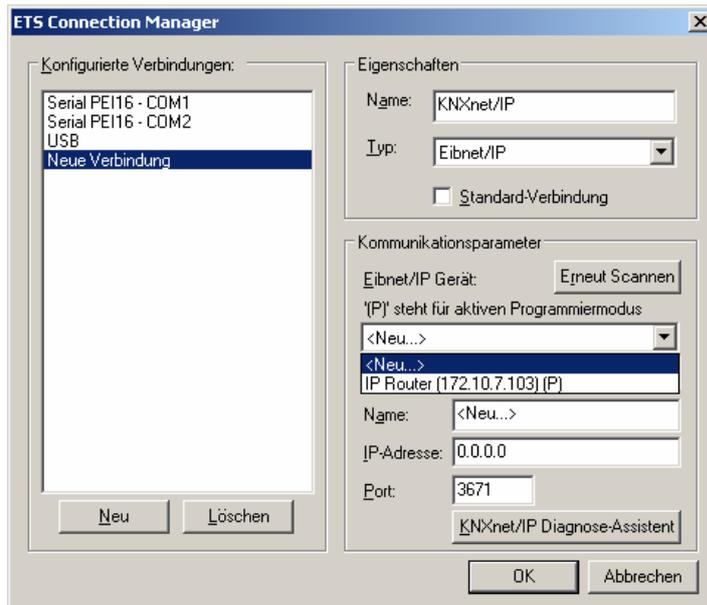

Bild 7: Geräteliste unter Kommunikationsparametern mit allen gefundenen IP Routern
4. In der Geräteliste "Eibnet/IP Gerät" sind alle im IP-Netzwerk gefundenen IP Router gelistet (vgl. Bild 7). Es wird der in der ETS vergebene Name (default "IP Router") und die IP-Adresse des IP Routers angezeigt. Das (P) hinter diesen Angaben signalisiert einen aktivierten Programmiermodus. Auf diese Weise lassen sich auch in Systemen mit mehreren Routern gezielt einzelne Geräte identifizieren. In der Geräteliste muss der IP Router ausgewählt werden, welcher in der konfigurierten Verbindung als "Datenschnittstelle" arbeiten soll.